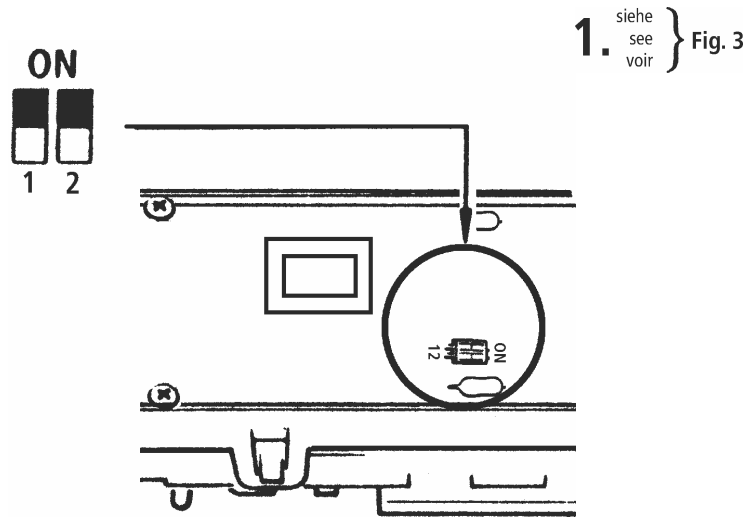

Fig. 6
**Mehrzugbetrieb:** Zuerst Lokgehäuse abnehmen (Fig. 3). Danach den Brückenstecker aus der Schnittstelle entfernen (sorgsam aufbewahren). Zuletzt den Stecker des Steuerbausteins lagerichtig einsetzen (Fig. 6).
Enlevez ensuite la fiche de shuntage de l'interface (à conserver!) et enfichez finalement la fiche du module de télécommande aux prises de l'interface. Veillez à la position correcte de la fiche (voir fig. 6).
**Running in digital mode:** First remove the jumper from the interface. Finally put the plug of the chip into the interface as shown in fig. 6.